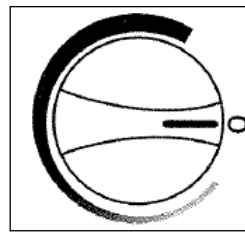

Fig. 1
- Lorsque le refroidissement maximum est atteint, placez l'aiguille du bouton de commande de la temp. à la position de 2 heures sur le cadran gradué (voir la Fig. 1).